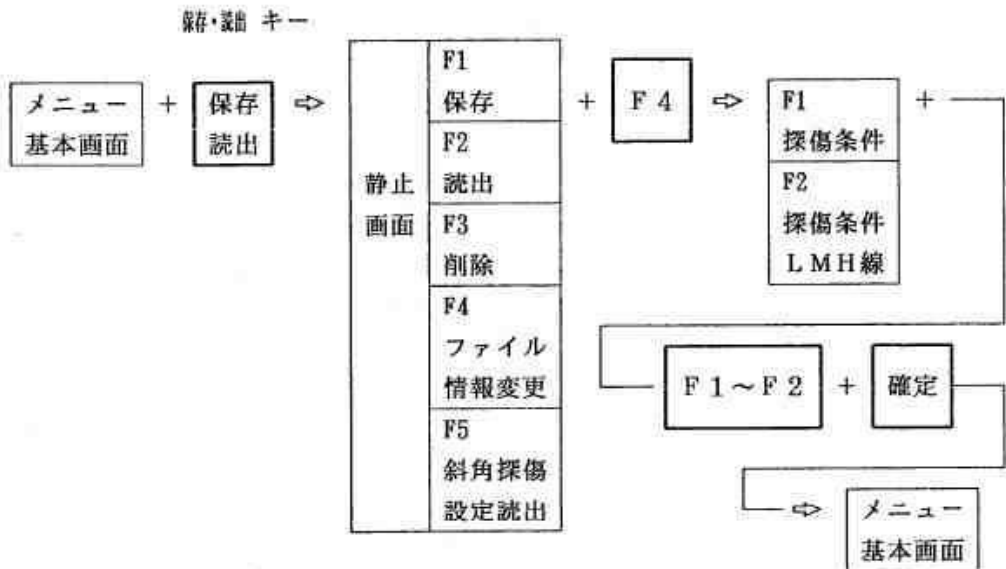

図 6.2.32-12 斜角探傷条件を読み出す方法
【斜角探傷設定読出し手順】（図 6.2.32.12参照）
- ① 機能キー【保存・読出】を1回押します。表示されている探傷画面が静止し、メニューエリアには図 6.2.32.12に示す選択メニューが表示されます。
- ② 選択キー【F5】を押すと斜角探傷条件設定選択メニューが表示されます。
- ③ 探傷条件だけを読出したい場合は、選択キー【F1】を、探傷条件とLMH線の両方を読出したい場合は、選択キー【F2】を1回押します。